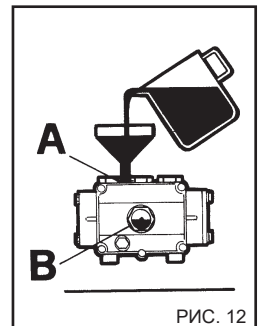

РИС. 12
4) Заверните пробку слива и залейте масло через верхнее отверстие, рис. 12A, до уровня, указанного на индикаторе, рис. 12 B.